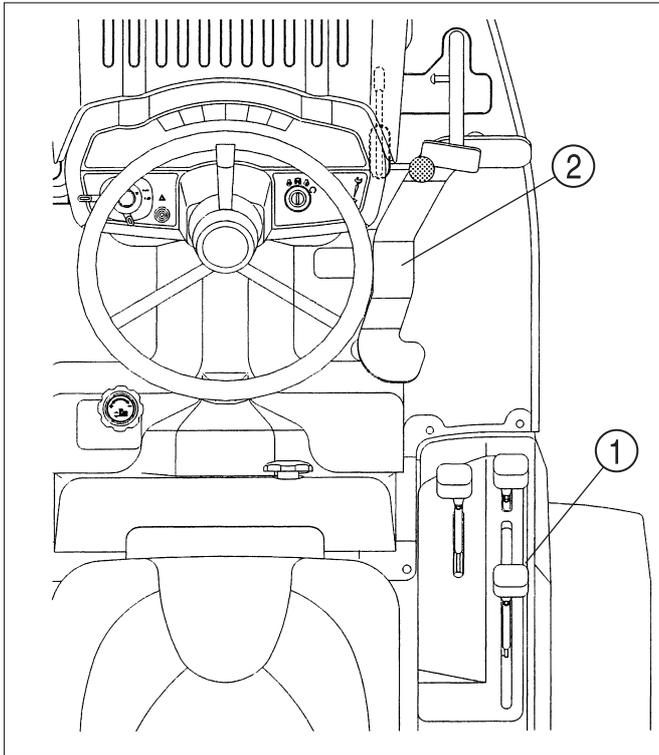

FIG. 20
**FIG. 20 :** Un levier de changement de vitesse est utilisé pour sélectionner une gamme de vitesse d'avance au sol grâce à différentes réductions de rapports dans le train d'entraînement. Une unité de commande hydrostatique permet une variation infinie des vitesses, de zéro à la vitesse maximale, dans chaque gamme.